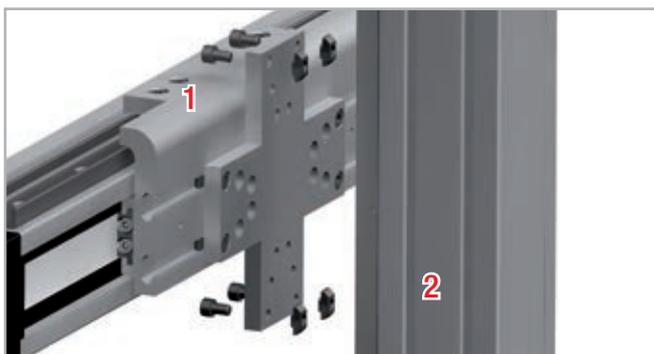

Fig. 97
4. Introducir los tornillos desde el otro lado de la placa de conexión (ver Fig. 97).